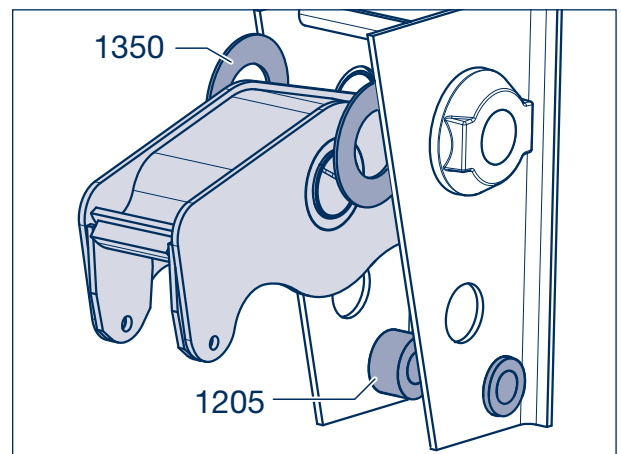

Bild 15
- [9] Pendelarm, ggf. mit Ringen (1350, Bild 15), aus der Stütze herausnehmen.